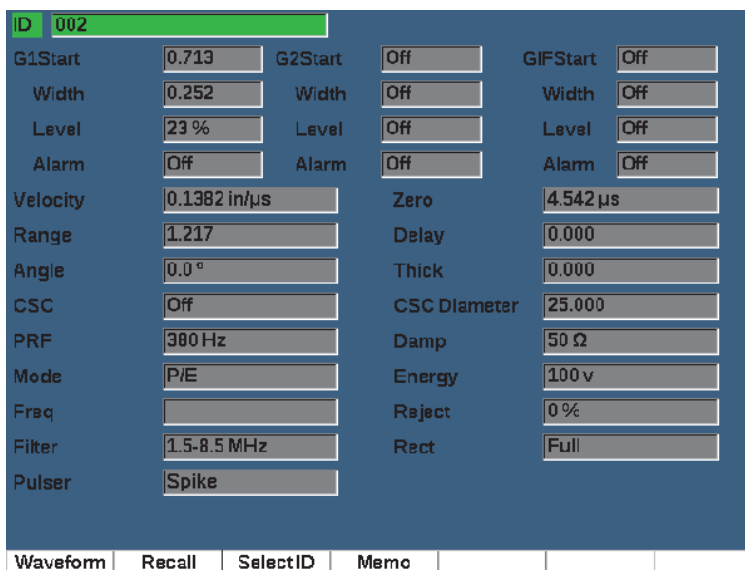

Figure 10-10 Affichage du contenu du fichier (configuration)
3. Appuyez sur le bouton **Setup** (Configuration) pour afficher tous les paramètres de configuration de l'identificateur (voir la Figure 10-10 à la page 221).